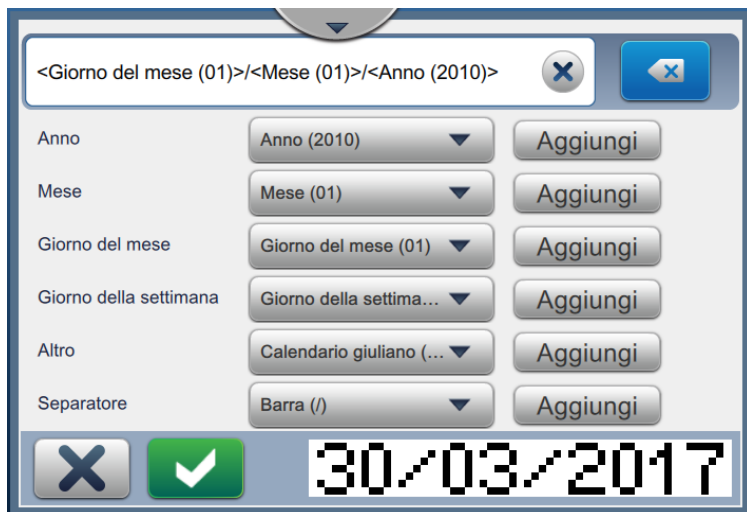
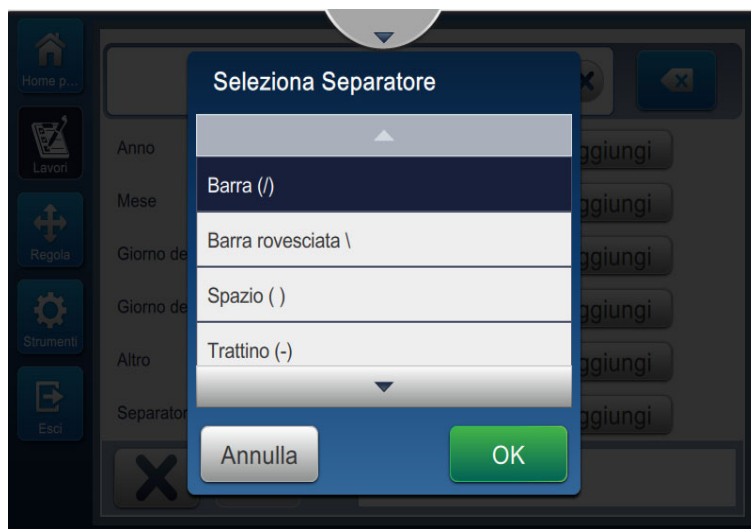

Figura 5-10: Schermata Impostazione data
Figura 5-11: Schermata Impostazione separatore data
2. Selezionare il formato desiderato dall'elenco delle opzioni (Anno, Mese, Giorno del mese, Giorno della settimana, Altro e Separatore) come mostrato nella Figura 5-10. Ognuna di queste opzioni dispone di vari layout selezionabili da un elenco a discesa, di cui viene mostrato un esempio nella Figura 5-11.
3. Una volta selezionato il formato desiderato, toccare il pulsante **Aggiungi** per passare al formato della data. Il display mostrerà il formato della data creato come illustrato nella Figura 5-10.